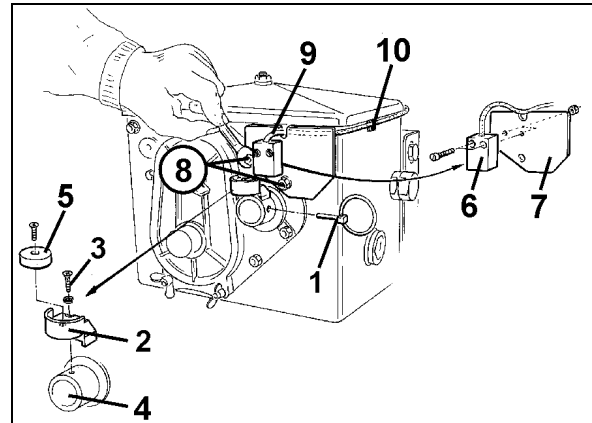

Fig. 9
1. Klappstecker (Fig. 9/1, verbindet Rührwelle mit Antrieb) entfernen.
2. Magnethalter (Fig. 9/2) mit Schneidschraube M4 x 10 (Fig. 9/3) und Federring an der Getriebehohlwelle (Fig. 9/4) anschrauben.
4. Magnet (Fig. 9/5) mit einer Schneidschraube M4 x 10 am Magnethalter anschrauben.
5. Sensor (Fig. 9/6) am Sensorhalter (Fig. 9/7) anschrauben.
6. Sensorhalter (Fig. 9/7) mit zwei Gehäusemuttern (Fig. 9/8) am Getriebe anschrauben.
7. Sensorkabel (Fig. 9/9) zur Schlepperkabine verlegen.
8. Kabel an der Sämaschine mit Klebplatten (Fig. 9/10) und Kabelbindern befestigen. Die Klebeflächen müssen fettfrei und sauber sein.
9. Klappstecker (Fig. 9/1) in die Getriebehohlwelle stecken.